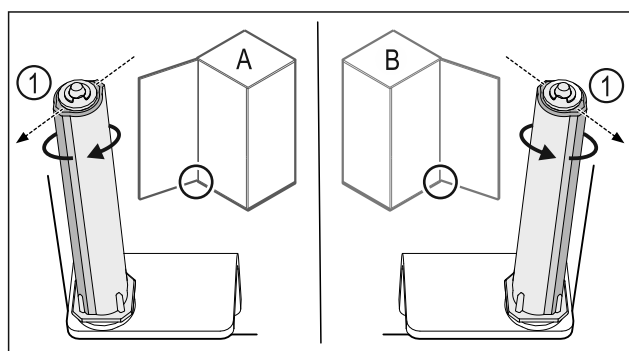

Fig. 30 Okretanje nalijevo (A) / okretanje nadesno (B)
- Okrećite sustav zatvaranja do kraja dok lamela sustava zatvaranja Fig. 30 (1) ne bude usmjerena prema van.